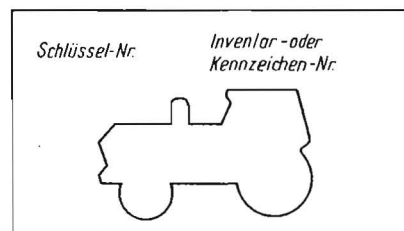

Bild 1
10.	Maschinenkarte (Bild 1), auf deren Rückseite Plan und Ist der Maschinenpflege vermerkt sind.
Auf Tafel 5 sind alle verfügbaren und auf Tafel 6 alle nicht verfügbaren Produktionsmittel gesteckt (Bild 1 Maschinenkarten). Außerdem gibt es eine Reservetafel für Tafel 2 o. 4 oder zur Kontrolle der Abstellung und Konservierung.